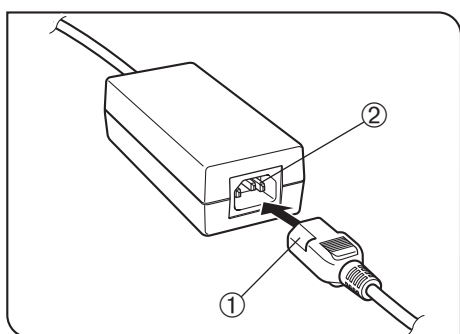

Рис. 53
12 Монтаж шнура питания (Рис. 53 - 55)
Пользование адаптером переменного тока (рис. 53)
1. Прочно вставьте соединитель ① шнура питания в входное гнездо ② адаптера переменного тока (рис. 53).